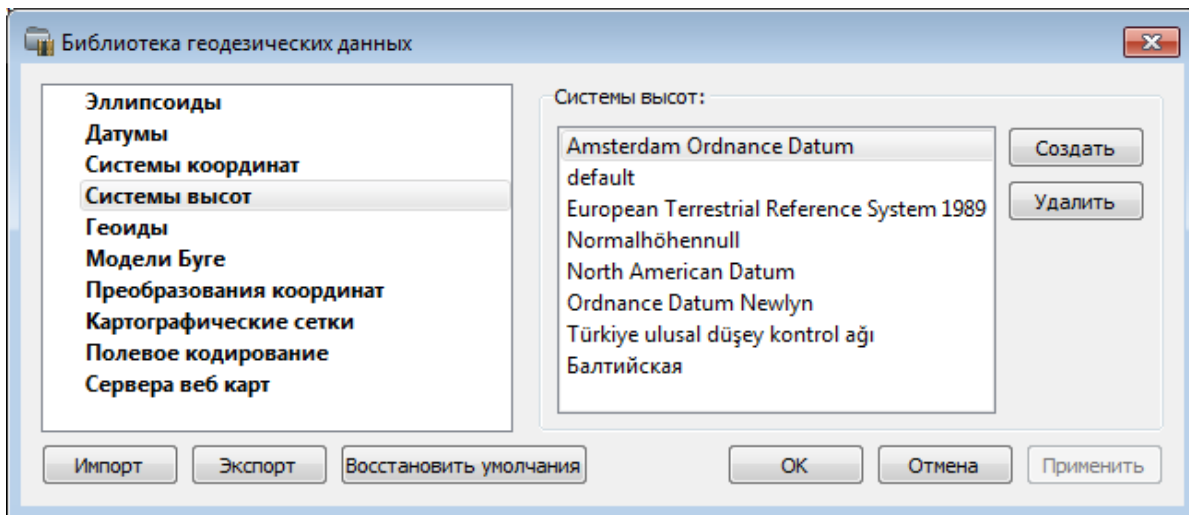

Рисунок 4.13
- В открывшемся диалоге **Библиотека геодезических данных** выберите раздел **Системы высот** (см. рис. 4.13).